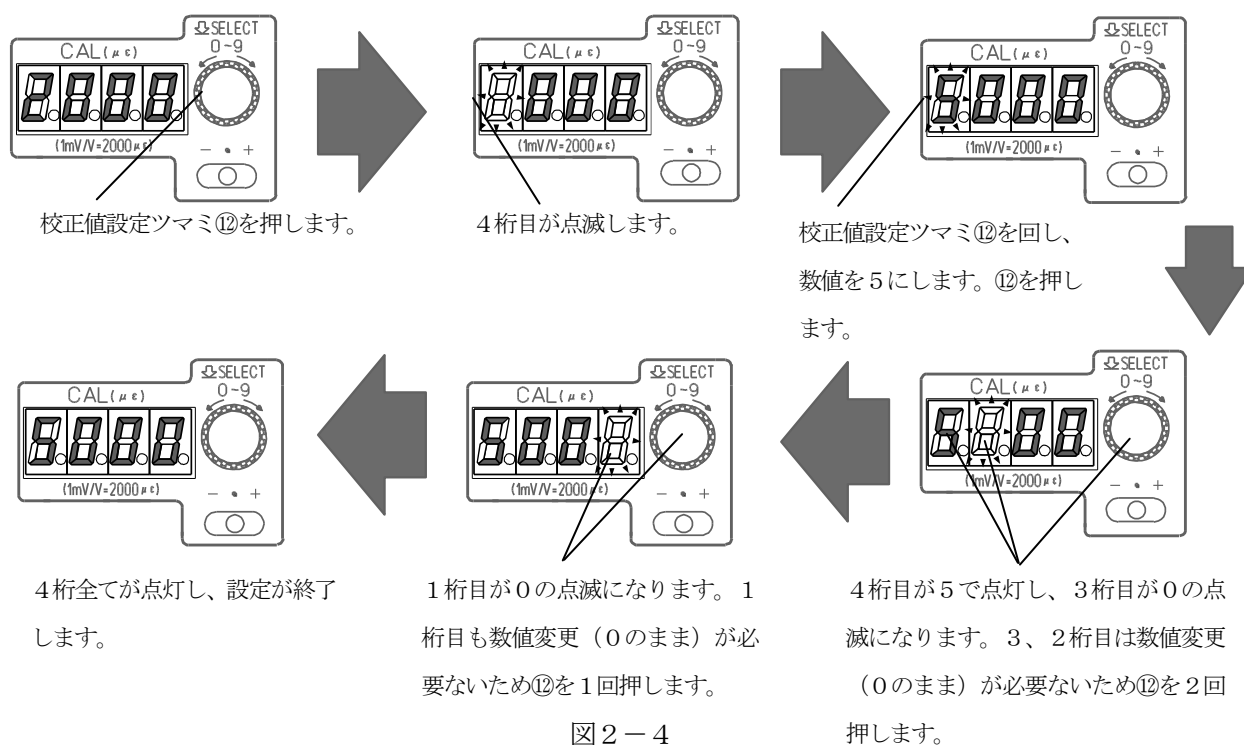

図2-4
校正値設定ツマミ⑫(図2-4を参照)を押すと校正値LED⑬の4桁目が点滅します。スイッチを左右に回すと⑬の数値が変わります。(表示値が点滅状態でも設定は行われています。)